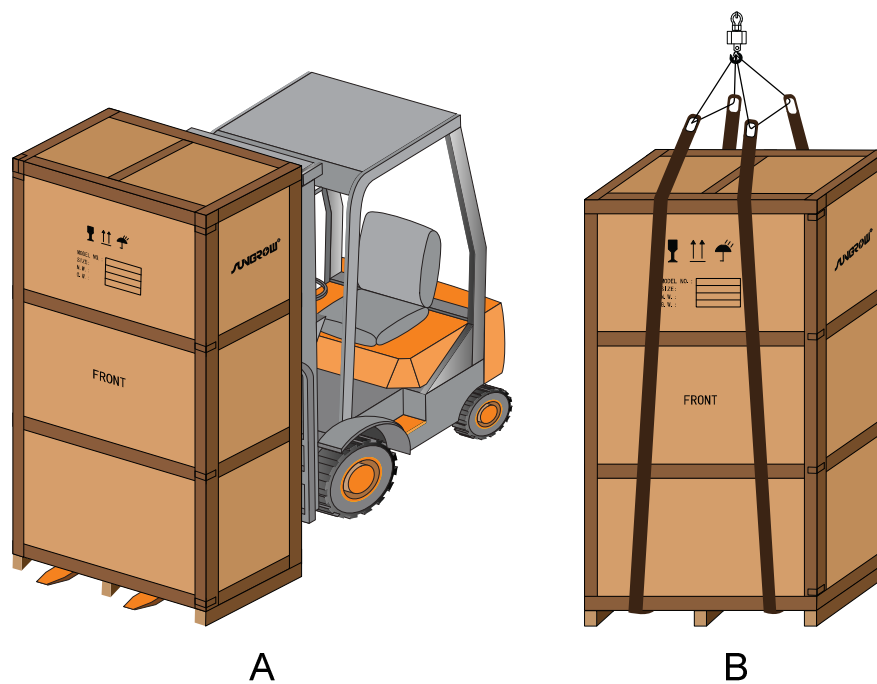

Fig 6-13 Movimentazione del dispositivo SG100k3 imballato
- Il modo raccomandato per trasportare il dispositivo SG100K3 è l'utilizzo di un carrello elevatore a forche, vedere Fig 6-13 A:
- Una gru può essere usata per movimentare la cassa di legno, vedere Fig 6-13 B: